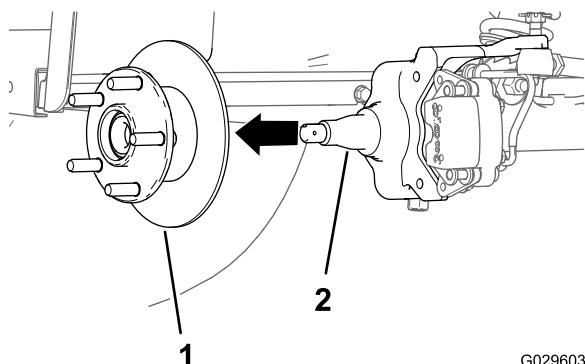

図 30
6. スピンドルからスピンドルナットを外し、スピンドルからハブローラアセンブリを取り出す 図 29 と 図 30。